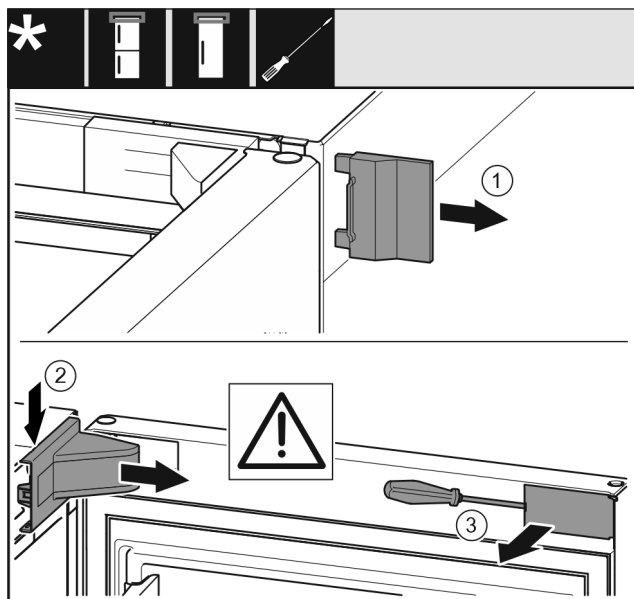

Fig. 10
- Зніміть зовнішню кришку Fig. 10 (1).
- Від'єднайте та зніміть кришку опорного кронштейна Fig. 10 (2).
- За допомогою шліцевої викрутки звільніть від фіксатора та поверніть убік накладку Fig. 10 (3).